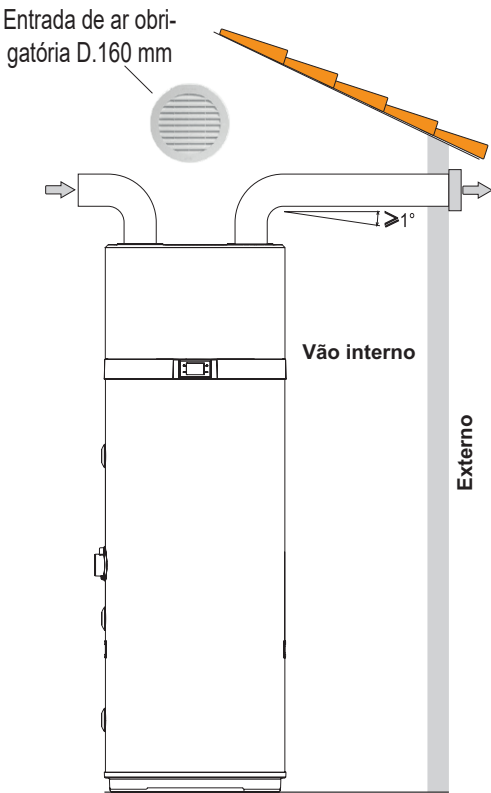

fig. 53- Exemplo de ligação de saída de ar
- Crie uma conduta de ar dedicada conforme indicado em fig. 53.